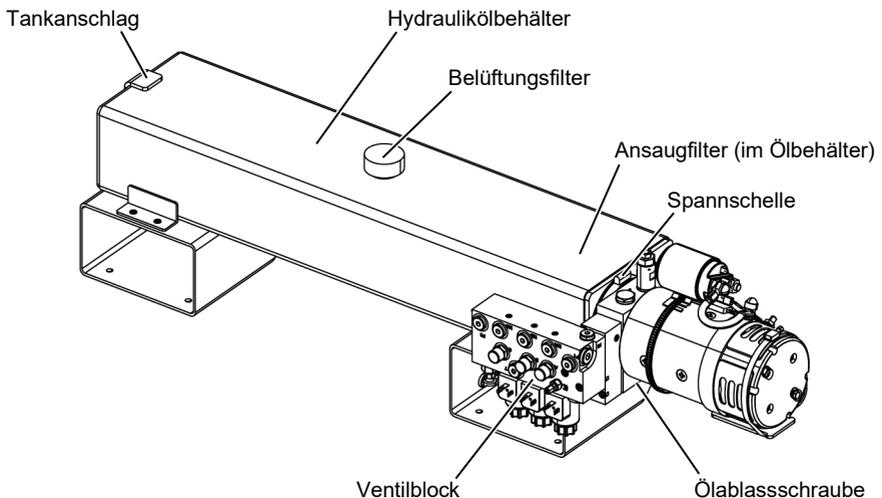

Abbildung 14: Hydraulik-Aggregat
- ▶ Überprüfen Sie anhand der Peilstab-Anzeige am Verschlussstopfen (Belüftungsfilter) des Hydrauliktanks, ob sich der Ölstand im markierten Bereich befindet (siehe Abbildung 14, Seite 57).
- ▶ Entfernen Sie den Belüftungsfiter (siehe Abbildung 14, Seite 57).